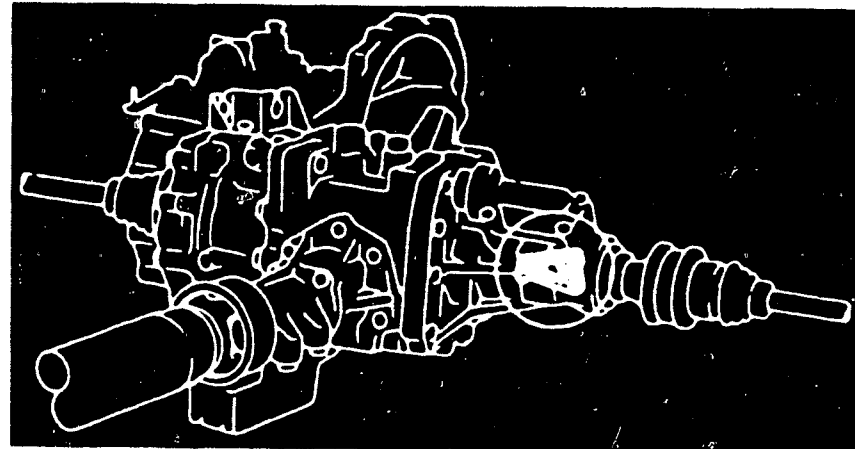

Bild 2 Lage des Betriebsartwählhebels zum Ausschalten der Visco-Sperre und des Hinterradantriebes für Inspektions- und Prüfarbeiten am Getriebe.
Der Allradantrieb ist im quereingebauten 5-Gang-Getriebe (Bild 1) integriert. Das grosse Zahnrad der Endübersetzung (10 in Bild 2) ist mit dem Gehäuse verschraubt, in welchem sowohl das Zentraldifferential (8) wie das Vorderachsdifferential (9) nebeneinander sitzen. Beides sind klassische Kegelradausgleichsgetriebe. Die Ausgleichsräder des Zentraldifferentials verteilen die Antriebskraft gleichmässig über das rechtseitige Kegelrad (11) auf die Antriebswelle des Transfer-Tellerrades und das linksseitige Ke-
Bild 2 Schema des Zentraldifferentials und seiner Sperrvorrichtung. 1 Sperrschalter und Kontrolllampe – 2 elektromagnetische Unterdrucksteuerventile – 3 Atmosphärendruck – 4 Unterdruck vom Ansaugrohr – 5 Schaltgestänge – 6 Schaltmuffe der Zen-